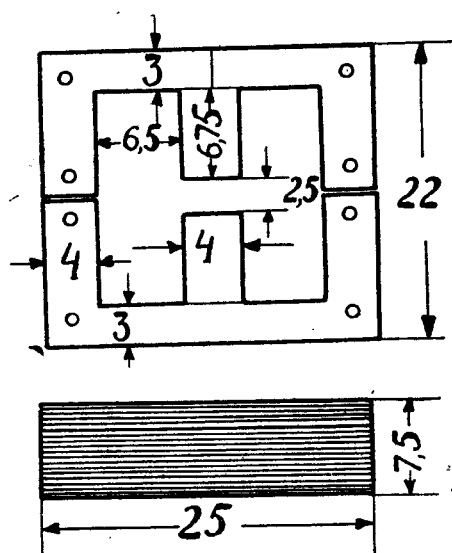

Рис. 4
2. Сердечники от репродуктора «Рекорд» (СК). При отдельном изготовлении делаются из тонкой жести (рис. 4) . . . . . —68